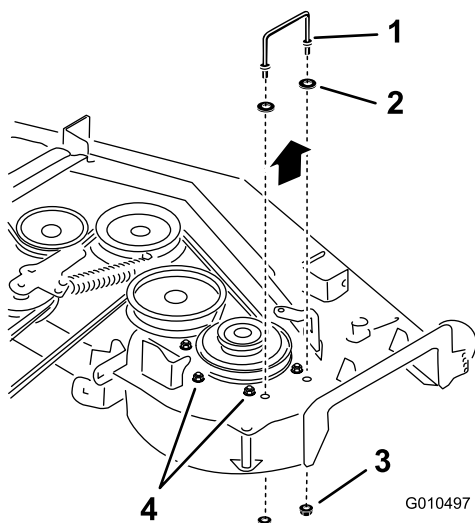

Figura 2
3. **En cortacéspedes de 122 cm (48") y 132 cm (52") únicamente**, afloje los pernos que sujetan el eje derecho a la carcasa de corte (Figura 2).
4. Retire el soporte de la cubierta de la correa de la derecha existente (Figura 2 y Figura 3).